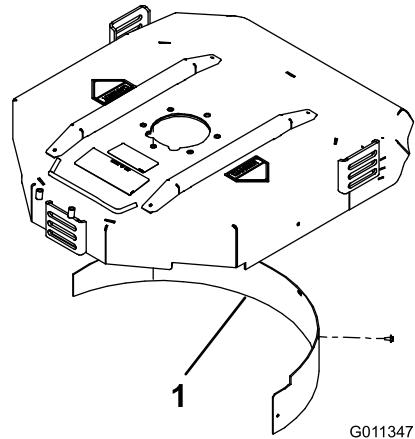

Figure 6
- Montez le déflecteur de déchiquetage dans l'ouverture arrière et fixez-le avec 5 boulons à embase (Figure 6).